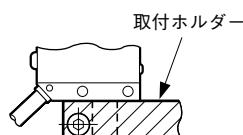
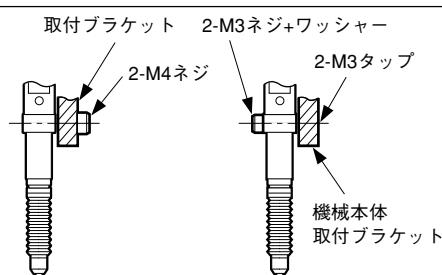

図3-1.ホルダーを利用した取付方法
図3-2.ねじ穴を利用した取付方法
- 測長ユニットの取付け方法としては、システムをチャックする方法(図3-1.)と取付け穴で固定する方法(図3-2.)の2通りあります。